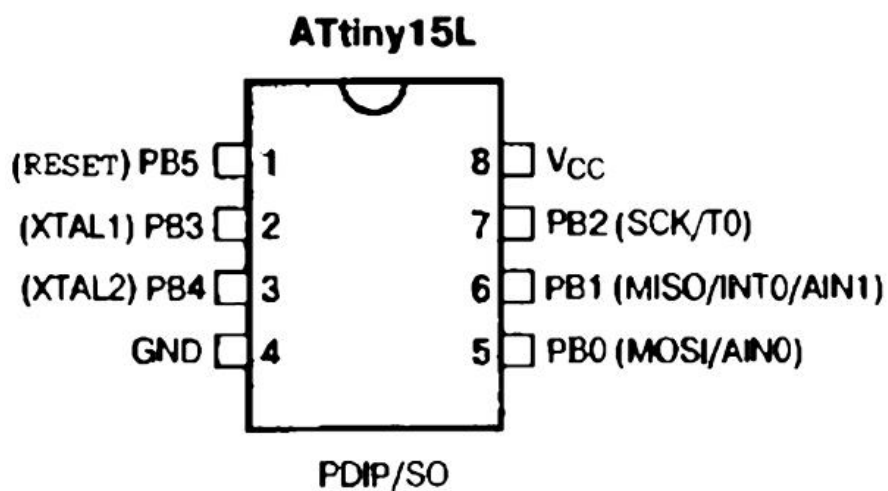

Рис. 1.4. Расположение выводов (вид сверху) модели ATtiny15L
- ATtiny15L (**Рис. 1.4**) имеет FLASH-память программ объемом 1 Кбайт и EEPROM-память данных объемом 64 байт. Максимальное количество контактов ввода/вывода равно 6;